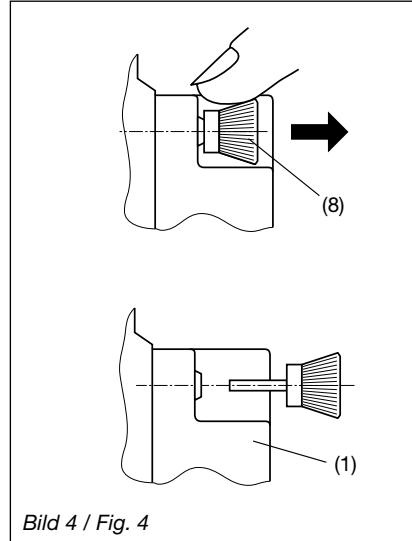

Bild 4 / Fig. 4
Zum Demontieren den gerändelten Kopf (6) der Kunststoff-Spreiznieten mit den Fingern herausziehen (Bild 4). Das Erweiterungs-Modul (1) lässt sich jetzt abnehmen.
Pour le démontage, retirer les rivets spéciaux en les tenant par leur tête moletée (6) (Fig. 4). Le module complémentaire (1) peut maintenant être débraché.